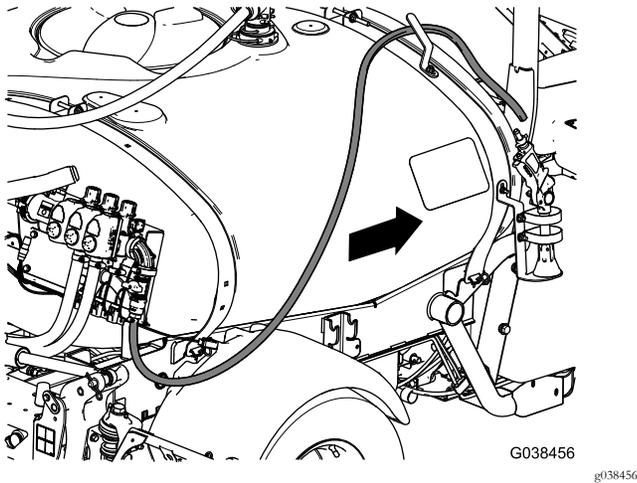

Bild 93
- Verlegen Sie den Zulaufschlauch nach vorne entlang des Sprühbehälters zur Spritzpistolenhalterung und befestigen Sie den Schlauch mit den drei Kabelbindern am Behälterrahmen (Bild 93).